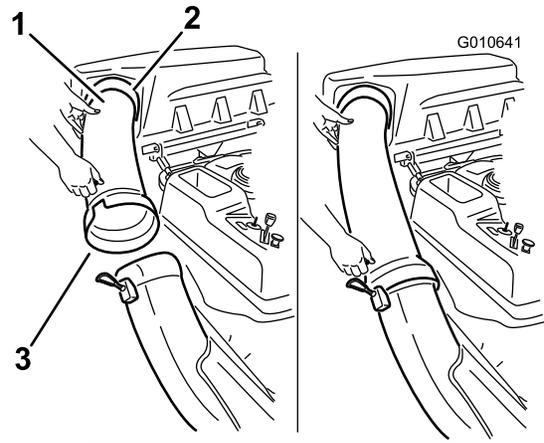

Figure 29
1. Glissez l'extrémité courbe du tube d'éjection dans l'ouverture du couvercle du système de ramassage (Figure 29).